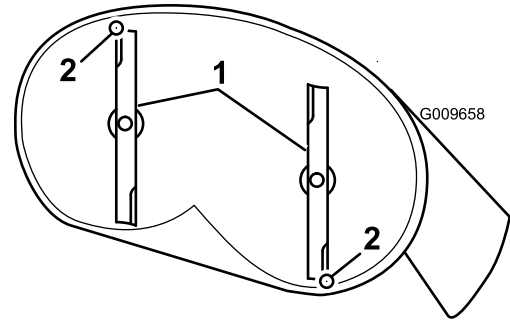
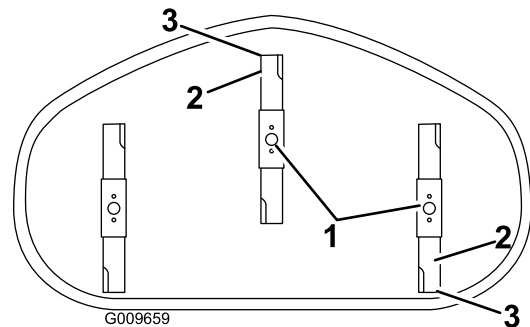

Figure 62
Figure 63
4. Faites pivoter les lames avec précaution pour faire passer les pointes avant à l'arrière (Figure 62 et Figure 63).
5. Mesurez la distance entre la pointe de la lame avant et la pointe de la lame arrière par rapport à la surface plane (Figure 62).
- 7. Une fois le réglage effectué, vérifiez à nouveau l'inclinaison avant/arrière des lames ; continuez d'ajuster l'écrou jusqu'à ce que la pointe avant de la lame soit de 1,6 à 7,9 mm plus bas de la pointe arrière (Figure 62).